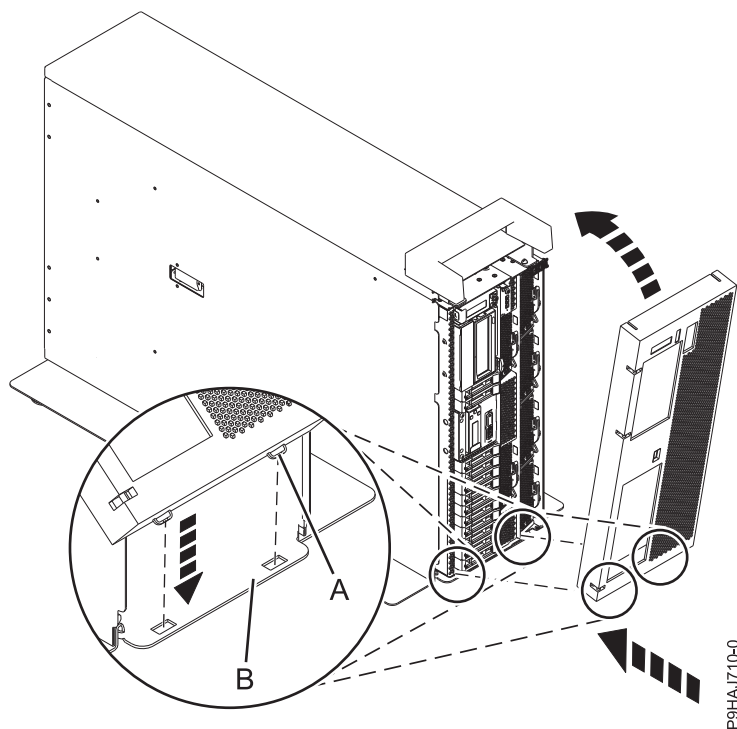

Figura 48. Instalación de la cubierta y de la puerta frontales
2. Alinee la cubierta hasta que las dos pestañas (A) se encajen en las ranuras de la placa base (B) tal como se muestra en la Figura 48 en la página 71.